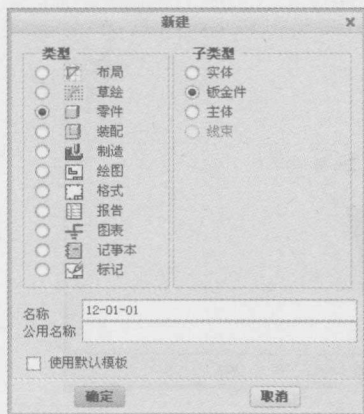
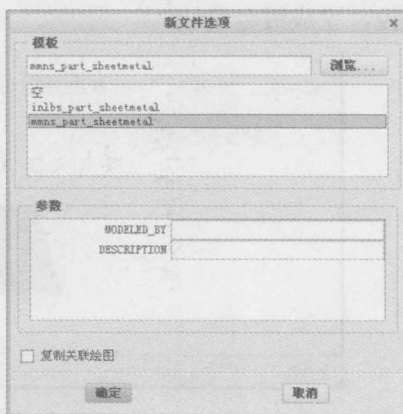

图 1-7 【新建】对话框
图 1-8 选择公制模板
**Step 01** 新建钣金模板。单击【文件】→【新建】命令，系统弹出【新建】对话框，选择【零件】和【钣金件】单选按钮后输入名称，取消勾选【使用默认模板】复选框，单击【确定】按钮完成输入，如图 1-7 所示。系统弹出【新文件选项】对话框，选取 mmns\_part\_sheetmetal 公制模板，单击【确定】按钮完成模板的新建，如图 1-8 所示。